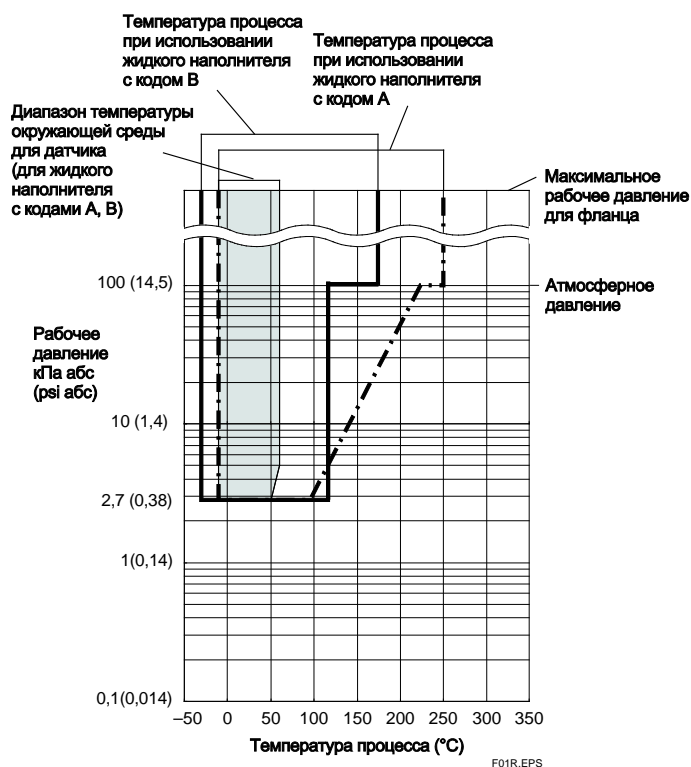

Рисунок 1-1. Рабочее давление и температура процесса (Жидкий наполнитель: силиконовое масло для общего и высокотемпературного применения)
Для атмосферного давления или ниже см. Рис. 1-1, 1-2, 1-3 и 1-4.
*1: См. рисунок 1-1, 1-2, 1-3 и 1-4 «Рабочее давление и температура процесса».